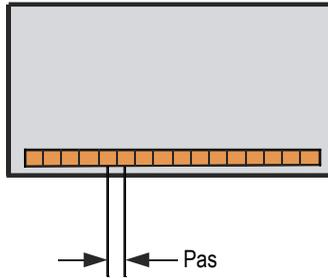

Figure 4-5 Pas des éléments de la sonde
- d) Au bouton **Pas**, entrez la distance entre le centre de deux éléments adjacents. Cette distance est illustrée dans la Figure 4-5 à la page 114.